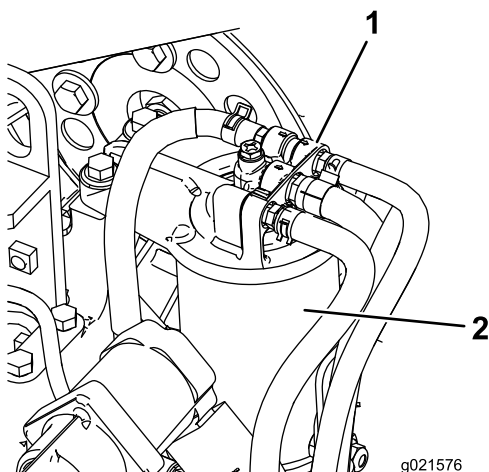

Bild 89
1. Reinigen Sie den Bereich um den Kraftstofffilterkopf (Bild 89).
2. Entfernen Sie den Filter und reinigen Sie die Befestigungsoberfläche des Filterkopfes (Bild 89).